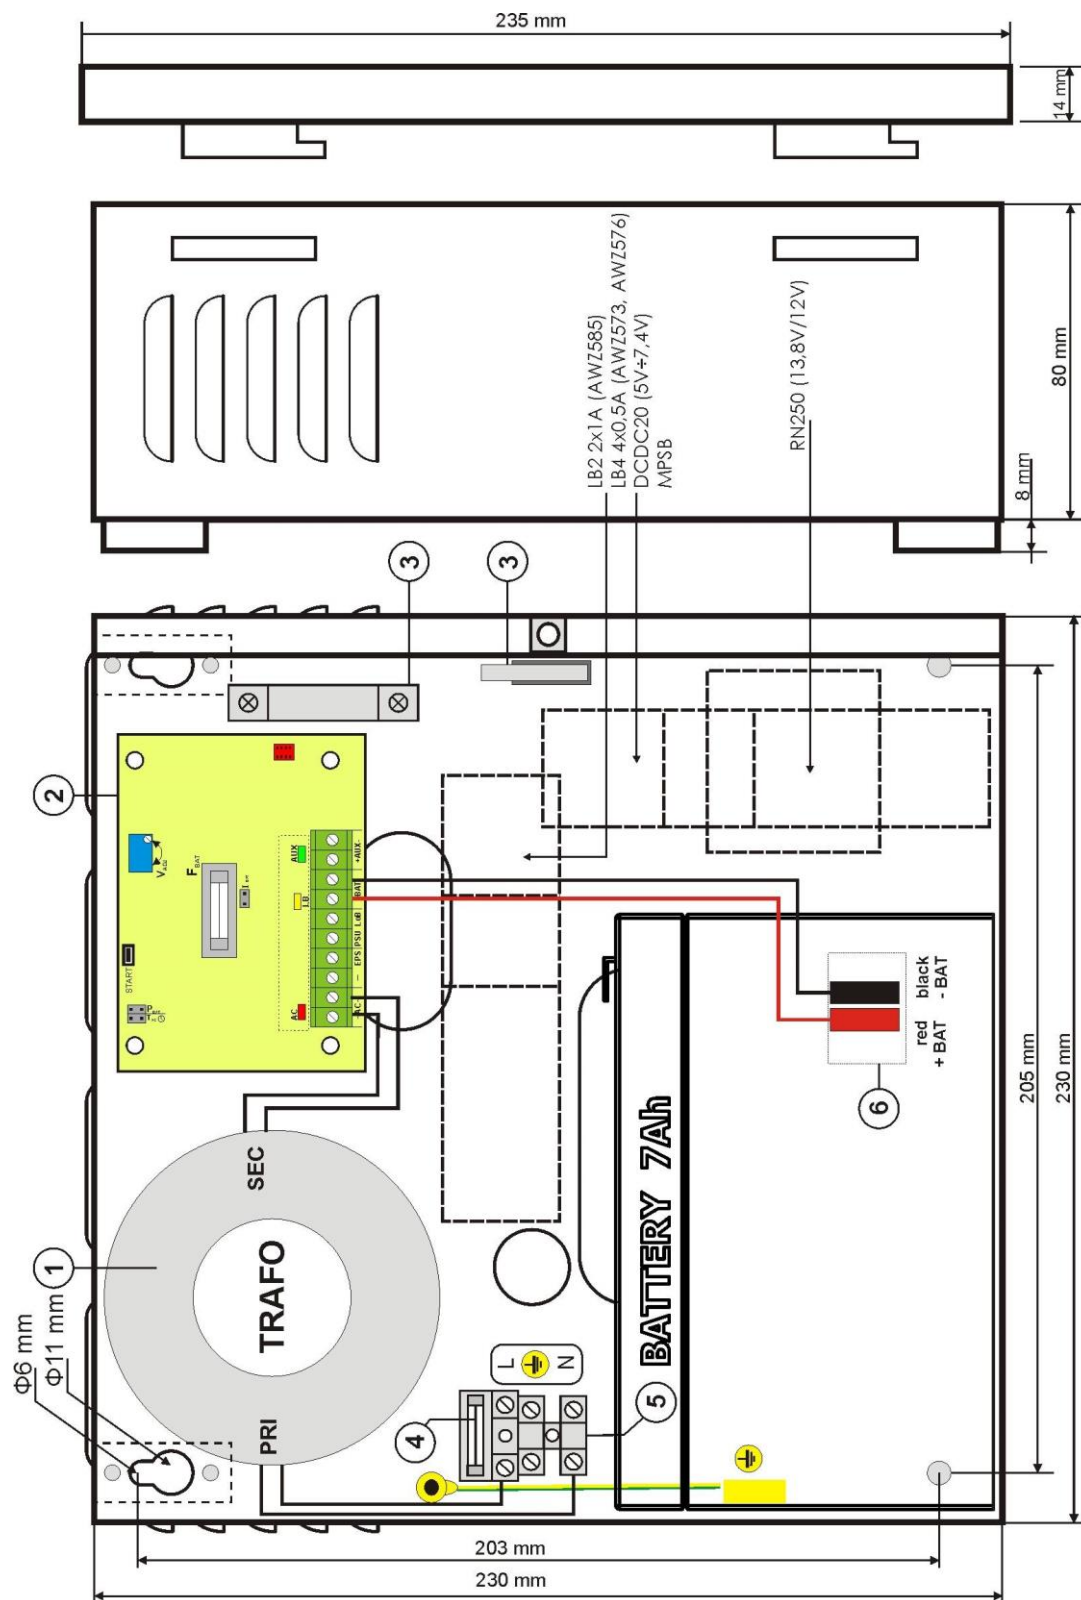

Abb. 3. Ansicht des Netzteils.
Tabelle 2. Elemente des Netzteils (siehe Abb. 3)
Befestigung	siehe Abbildung 3
8. Den Akku an angewiesenen Stelle des Gehäuses (Abb. 3) montieren. Den Anschluss zwischen dem Akku und der Netzteilplatte ausführen. Dabei auf die Einhaltung der entsprechender Polarität besonders Acht zu geben.